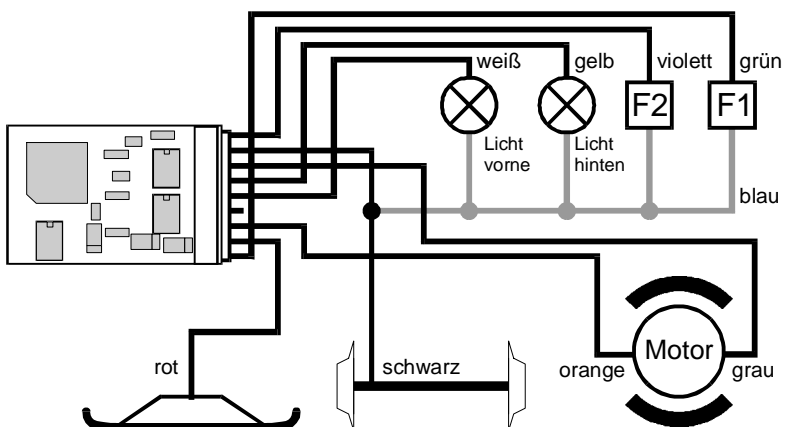

Bild 1
1. Die Funktionen (z.B. Glühlampen der Stirnbeleuchtungen) in der Lokomotive sind mit ihrem gemeinsamen Anschluß gegen einen Radschleifer (Lokchassis) kontaktiert. Die Verdrahtung für diesen Fall sehen Sie in Bild 1.
Sind die Glühlampen der Stirnbeleuchtungen oder zusätzliche Funktionen in der Lokomotive mit ihrem gemeinsamen Anschluß gegen einen Radschleifer (Lokchassis) kontaktiert, so ist damit die Verdrahtung beendet. Die Verbindung von den Glühlampen zu den Radschleifern wird bei solchen Lokomotiven über das Chassis hergestellt, Sie müssen diese Verbindung nicht selber herstellen, daher ist sie in Bild 1 nur grau dargestellt.